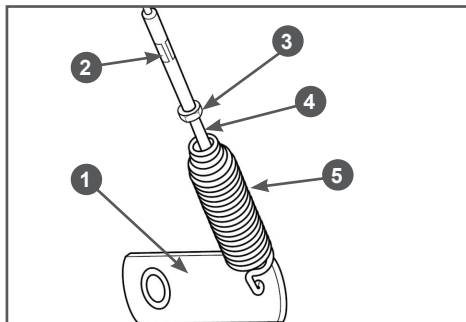

Рис. 9 Регулировка длины тросов включения хода и шнека
8. Отрегулируйте длину тросов включения шнеков и включения хода. Для примера, на Рис. 9 показан механизм регулировки троса включения шнеков. При полностью нажатом рычаге включения шнеков пружина 5 долж-
на быть растянута на 0,5 - 1 см (Рис. 9). Для регулировки длины троса ослабьте затяжку контргайки 3, вкрутите в муфту 2 или, при необходимости, выкрутите из муфты регулировочный винт 4 (Рис. 9). После окончательной регулировки затяните контргайку 3. Регулировка длины троса включения хода производится таким же образом.